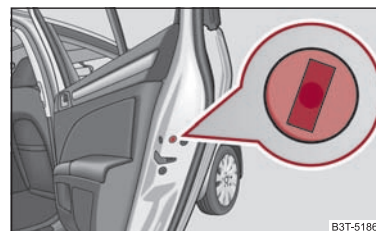

Fig. 29 Puerta trasera: Bloqueo de emergencia de la puerta
- Desmonte el paramento ⇒ fig. 29